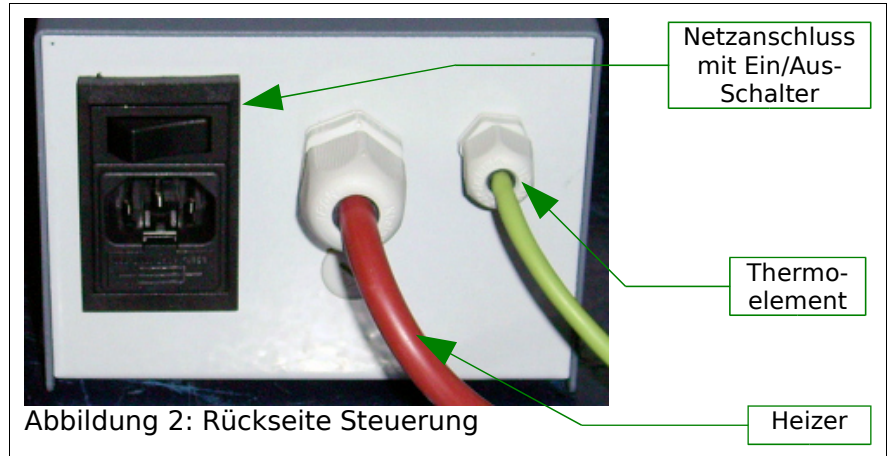

Abbildung 2: Rückseite Steuerung
- alle Kabelverbindungen einschließlich Netzanschluss sind hergestellt (s. Abbildung 2);